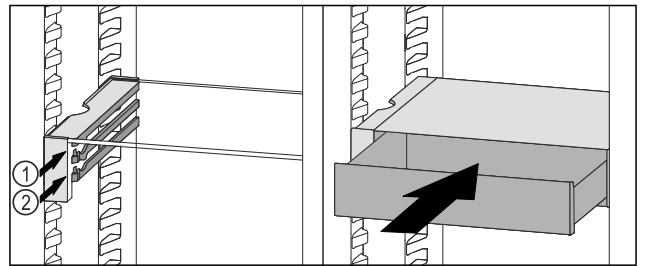

Fig. 136
- ▶ Așezați sertarul VarioSafe în spatele opritoarelor pe nervura dorită Fig. 136 (1) sau Fig. 136 (2).